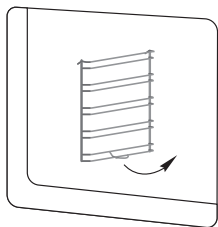

Рис. 2
- Поверните решетку внутрь примерно на 45° (Рис. 2).